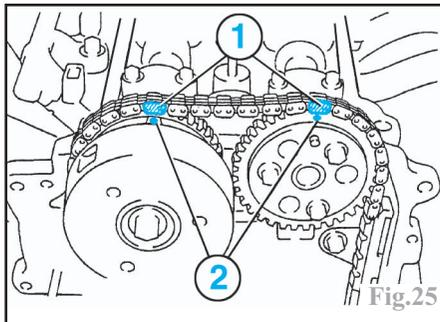

Fig.25
Reposer la chaîne de distribution avec les maillons de repérages dorés (1) alignés en face des repères (2) sur les roues dentées d'arbres à cames (Fig.25).